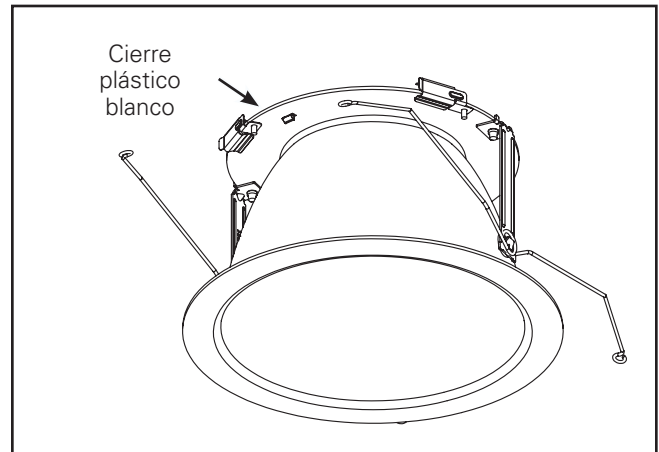

**Figura 10**
6. Encuentre la correa verde dentro del cilindro y conéctela al dissipador de calor mediante el tornillo y la arandela de seguridad ubicada en el sobre adjunto a la correa. (Figura 10)